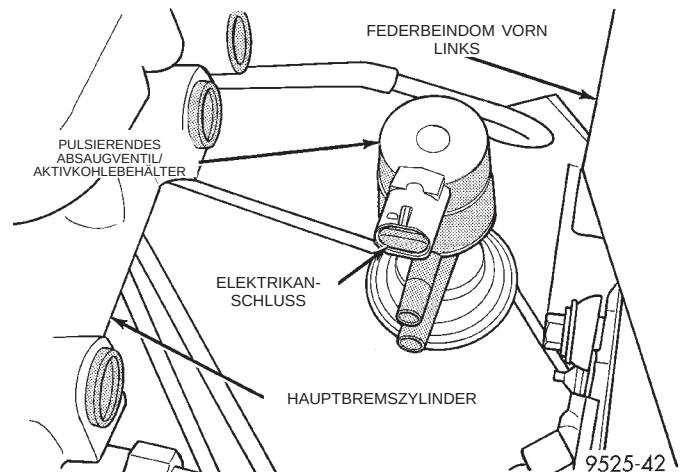

Abb. 43 Pulsierendes Absaugventil/ Aktivkohlebehälter
(9) Die elektrischen Anschlüsse und die Schlauchanschlüsse am pulsierenden Absaugventil/Aktivkohlebehälter prüfen (Abb. 43).